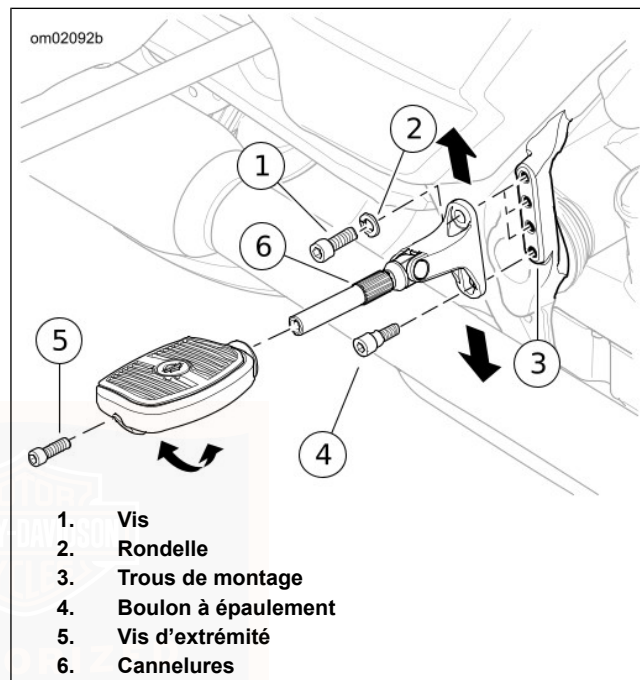

Figure 32. Marchepieds du passager : FLHTKL, FLHTCUL, FLHTCUL TC
Voir Figure 32. Si le support ne coulisse pas vers le haut ou vers la bas, desserrer le boulon à épaulement inférieur (4) sans le retirer.
1. Retirer la vis de support supérieur (1) et la rondelle (2).
1. Voir Figure 32. Déposer la vis de retenue (5).
3. Aligner les cannelures du marchepied sur les cannelures de fixation (6) selon l'angle préféré. Presser le marchepied contre les cannelures.